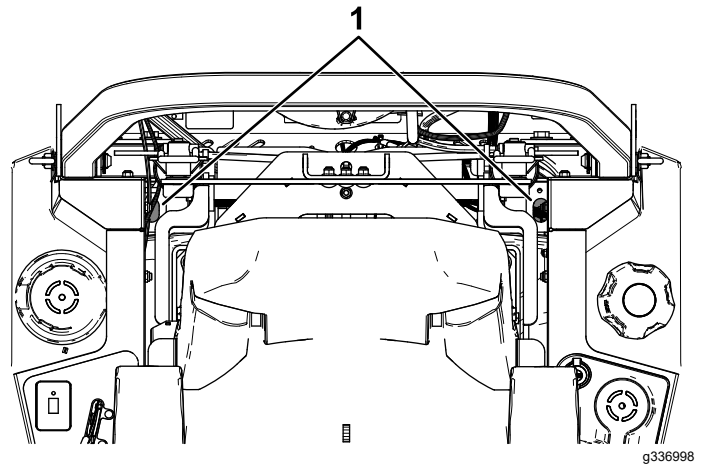

Figure 72
4. Utilisez une rallonge et une douille de 7/16 pouce pour accéder au bouchon d'aération par le haut de la machine, en passant par les trous près des supports de l'arceau de sécurité (Figure 72).